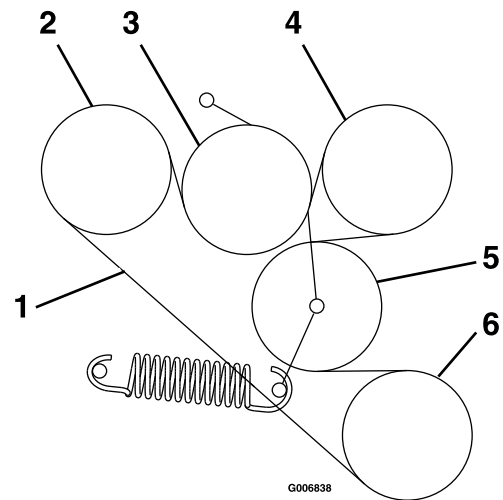

**Figura 49**
13. Afloje las contratueras y ajuste el acoplamiento hasta que el extremo superior del brazo de la polea tensora esté alineado con el borde inferior de la muesca del brazo tensor, según se muestra en Figura 49.